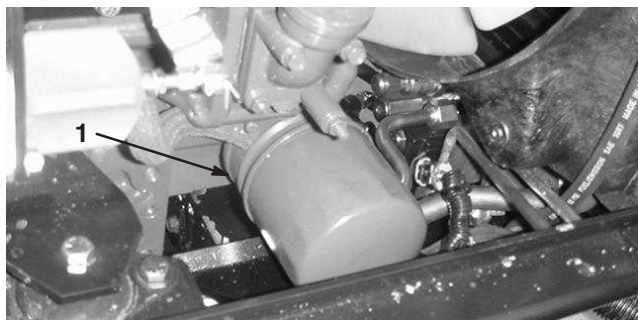

Figure 47
2. Déposez le filtre à huile (Fig. 47). Appliquez une fine couche d'huile propre sur le joint du filtre de rechange avant de le visser en place. **Ne serrez pas excessivement.**